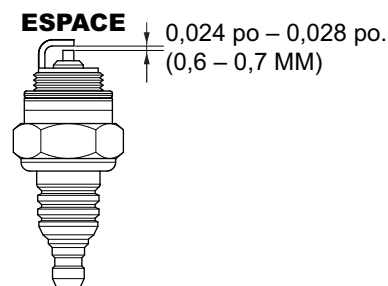

Figure 31. Écartement de bougie d'allumage
3. Ensuite, retirer, inspecter et nettoyer le filtre à carburant (Figure 31) avec du solvant.
1. Retirer et nettoyer la bougie d'allumage (Figure 31), puis ajuster l'écartement des électrodes à 0,024 à 0,028 po (0,6 à 0,7 mm). Cet appareil possède un allumage électronique qui ne nécessite aucun réglage.